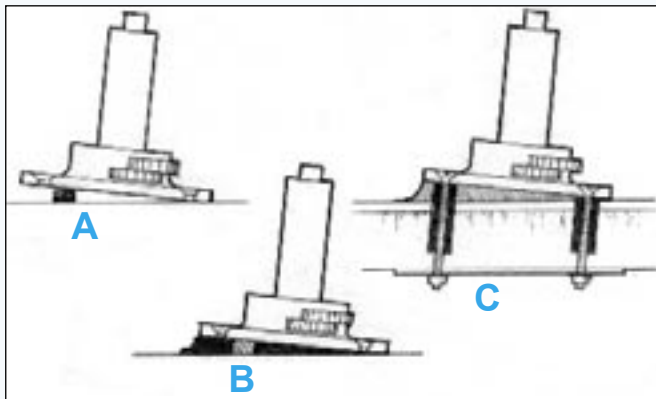

Рис. 19. Укрепите основание в необходимом положении при помощи блоков – для заполнения отверстий используйте достаточно загустевший материал.
2. Приклейте небольшие элементы для того, чтобы удерживать основание на необходимой высоте и в нужном положении (например, основание для лебедки, Рисунок 19"А").
4. Установите деталь в необходимое положение, укрепив ее на блоках (Рисунок 19"В") и установите крепежные детали.
шов у основания (Рисунок 19°С"). Перед тем, как подвергать деталь нагрузке, дайте эпоксидному материалу полностью застыть. Обеспечьте защиту эпоксидного материала от ультрафиолетового излучения UV (см. «нанесение отделочного материала»).